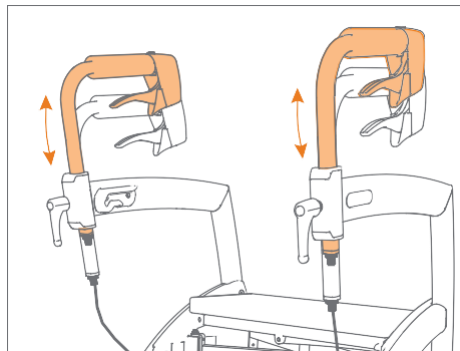

Figura 24: 21: Ajustar la altura correcta
- Deslizar las manetas a la altura correcta (**Figura 24**).